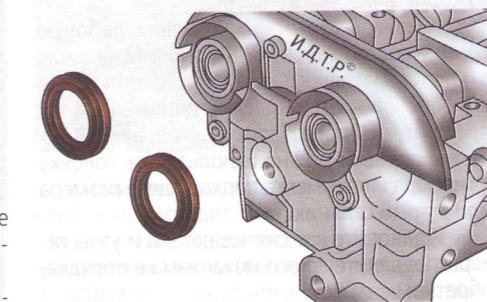

Рис. 5.11. Сальники распределительных валов
6. Поддев отверткой, извлеките сальники (рис. 5.11) из гнезд головки блока цилиндров.